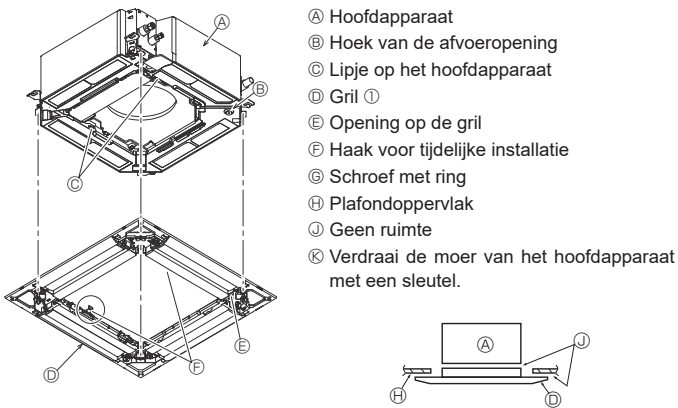

Fig. 9-6
- Ⓓ Gril ①
9.4.2. Tijdelijke installatie van de grill (Fig. 9-6)
- Zet de grill aan het hoofdapparaat vast door de eerder geïnstalleerde schroeven aan te draaien. (Fig. 9-6)
Let er goed op dat er geen ruimte blijft tussen het hoofdapparaat en de grill of tussen de grill en het plafondoppervlak. (Fig. 9-6)